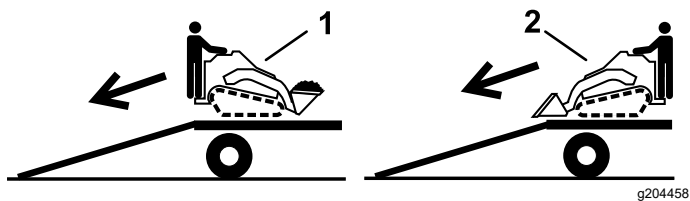

Figura 28
2. Descargue la máquina del remolque por la rampa con el extremo más pesado hacia arriba, y la carga en la posición más baja posible (Figura 28).